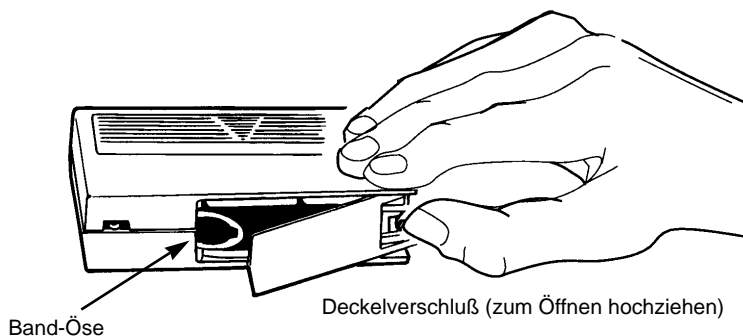

Bild 5 Band-Öse – richtige Stellung
- Kontrollieren Sie, daß sich die Band-Öse in der richtigen Stellung befindet. Hierzu öffnen Sie den Cartridge-Deckel (Bild 5).